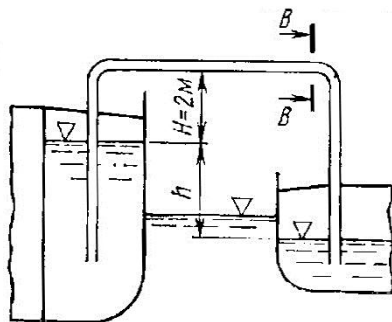

Рис. 8.7
8.17. При какой разности уровней h расход моторного топлива ДТ ($t = 30^\circ\text{C}$, $\nu = 0,9 \cdot 10^{-4} \text{ м}^2/\text{с}$, $\rho = 900 \text{ кг/м}^3$) через сифонный трубопровод (рис. 8.7) будет равен 4 л/с? Определить также давление в сечении $B-B$, если при общей длине $L = 20$ м расстояние от начала трубопровода до сечения $B-B$ равно $l = 12$ м, а диаметр трубопровода $d = 50$ мм. Трубу считать гидравлически гладкой, давление над поверхностью топлива в обоих танках атмосферное.
8.18. Определить расход моторного топлива ДТ ($t = 30^\circ\text{C}$, $\nu = 0,9 \cdot 10^{-4} \text{ м}^2/\text{с}$, $\rho = 900 \text{ кг/м}^3$) через сифонный трубопровод (рис. 8.7) при разности уровней в танках $h = 4$ м. Определить также давление в сечении $B-B$, если при общей длине $L = 18$ м расстояние от начала трубопровода до сечения $B-B$ равно $l = 10$ м, а диаметр трубопровода $d = 50$ мм. Шероховатость стенок трубы — 0,04 мм, давление над поверхностью топлива в обоих танках атмосферное.
8.19. Определить расход моторного топлива ДТ ($t = 30^\circ\text{C}$, $\nu = 0,9 \cdot 10^{-4} \text{ м}^2/\text{с}$, $\rho = 900 \text{ кг/м}^3$) через сифонный трубопровод (рис. 8.7) при разности уровней в танках $h = 5$ м, если давление над поверхностью топлива в левом танке составляет 110 кПа, а в правом танке — 105 кПа. Определить также давление
8.20. Определить, каким должно быть давление p_1 над свободной поверхностью топлива в левом баке (рис. 8.7), чтобы оно перетекало через сифонный трубопровод с расходом $Q = 12$ л/мин, при разности уровней в tanks $h = 4$ м, если диаметр трубы $d = 100$ мм; длина трубопровода 10 м; коэффициенты сопротивления входу и выходу из трубопровода $\xi_{\text{вх}} = \xi_{\text{вых}} = 0,8$; шероховатость трубы — $0,04$ мм. Давление над свободной поверхностью топлива в правом баке $p_2 = 105$ кПа.